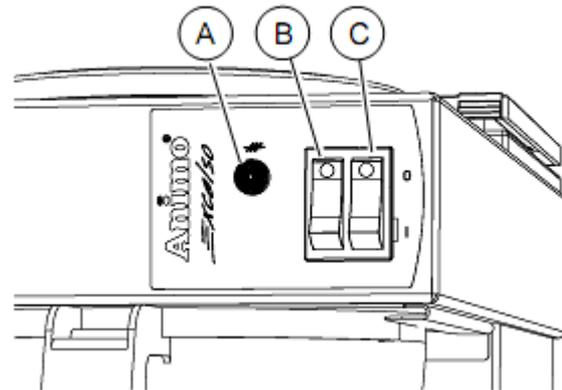

Рис. 3
Excelso (рис. 3)
4. Вставить вилку в розетку и включить машину при помощи главного выключателя (рис. 3С или 4С).
5. Индикатор приготовления напитка (рис. 3А или 4А) будет гореть в течение всего цикла работы устройства. После того, как индикатор погаснет, и кофейник будет опустошен, устройство готово к очередному использованию.
3. Включить устройство с помощью кнопки вкл./выкл. (рис. 3С / 4С). Также включится нагрев нижней панели (*).
4. Загорится индикатор приготовления напитка (рис. 3А или 4А), начнется процесс приготовления кофе.
6. Коротко взболтать кофе в кофейнике и разлить его или поместить кофейник на верхнюю горячую панель (*). Нагрев верхней панели включается отдельно при помощи выключателя (рис. 3В). Всегда выключать дополнительную горячую панель, если она не используется.
4. Осторожно вылить раствор в емкость для воды и включить устройство (рис. 3А / 4А)). Раствор пройдет по системе нагревания и попадет в кофейник. Крышка емкости для воды должна быть открыта!
5. Через 1 минуту выключить устройства при помощи выключателя (рис. 3А / 4А).
1. Выключить питание машины (рис. 3С и 4 С) и вынуть вилку из сетевой розетки.